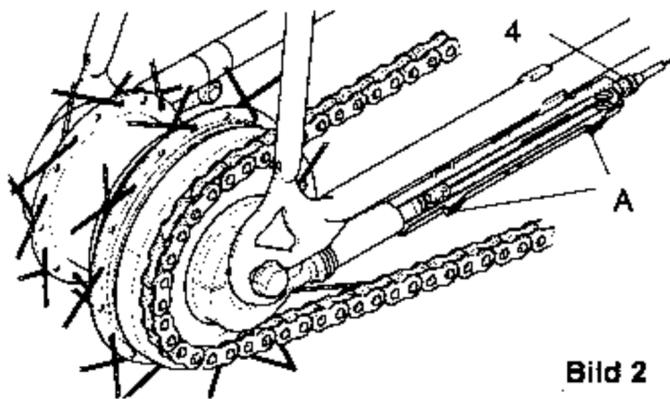

Bild 2
9.1 Zugseilwechsel Schalter - Clickstick (Bild 2, 3 und 4)
- Clickstick öffnen, dazu etwas Druck auf die Riffelflächen (A) der Verschlusssteile ausüben und die Klappe aus der Verrastung lösen.